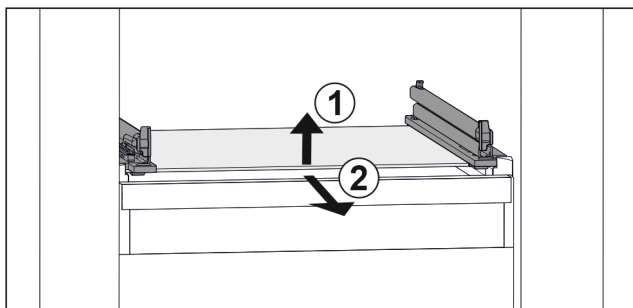

Fig. 39 Príklad zobrazenia sklenenej dosky
- Nadvihnite sklenenú dosku vpred. Fig. 39 (1)
- Odoberte sklenenú dosku dopredu. Fig. 39 (2)